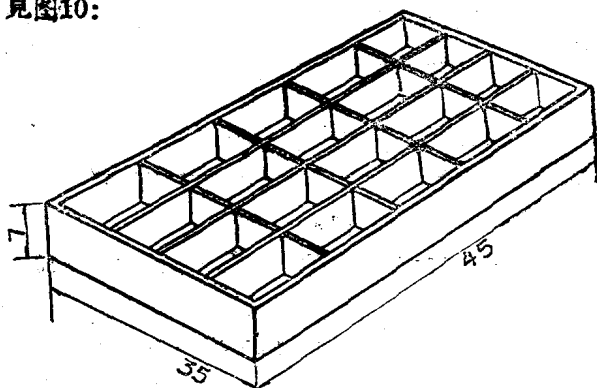

图10 空鉛盤(单位厘米)
2. **空鉛盤** 是一种放細材料的长方形小格子盘，一般是35厘米闊，45厘米长，7厘米高，盘內各小格以能放下各种分数空鉛为限。空鉛盤的位置，大都是摆置在排版工人的左边，见图10：